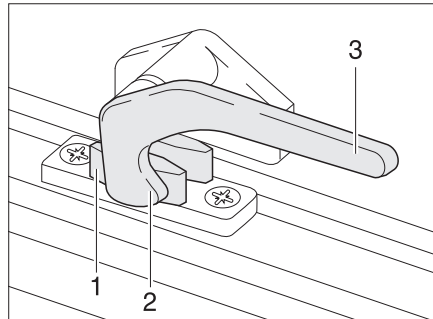
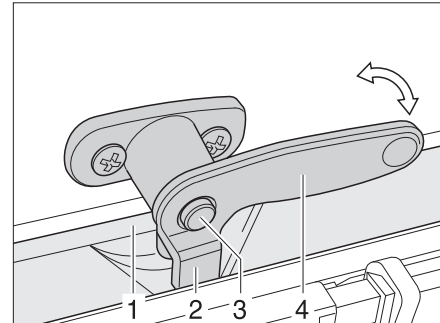

Bild 63 Verriegelungshebel in Stellung "geschlossen"
Bild 64 Verriegelungshebel mit Sicherungsknopf in Stellung "geschlossen"
- Falls vorhanden, den Sicherungsknopf (Bild 64,3) drücken und gedrückt halten.
- Den Verriegelungshebel (Bild 63,3 bzw. Bild 64,4) eine viertel Umdrehung zur Fenstermitte hin drehen.
- Den Verriegelungshebel (Bild 63,3 bzw. Bild 64,4) eine viertel Umdrehung zum Fensterrahmen hin drehen. Die Verriegelungsnase (Bild 63,2 bzw. Bild 64,2) liegt auf der Innenseite der Fensterverriegelung (Bild 63,1 bzw. Bild 64,1).
- in Stellung "fest verschlossen" (Bild 63)